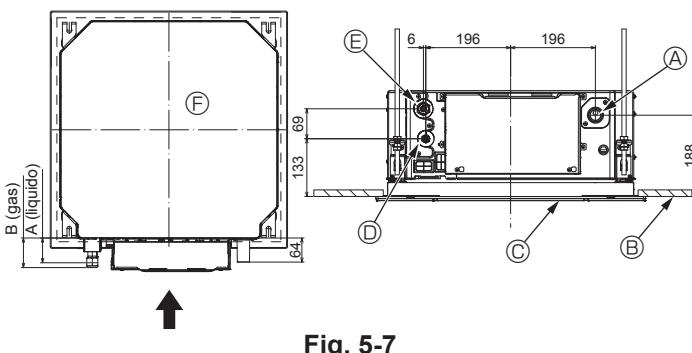

Fig. 5-7
5.3. Posizione della tubazione del refrigerante e di drenaggio (Fig. 5-7)